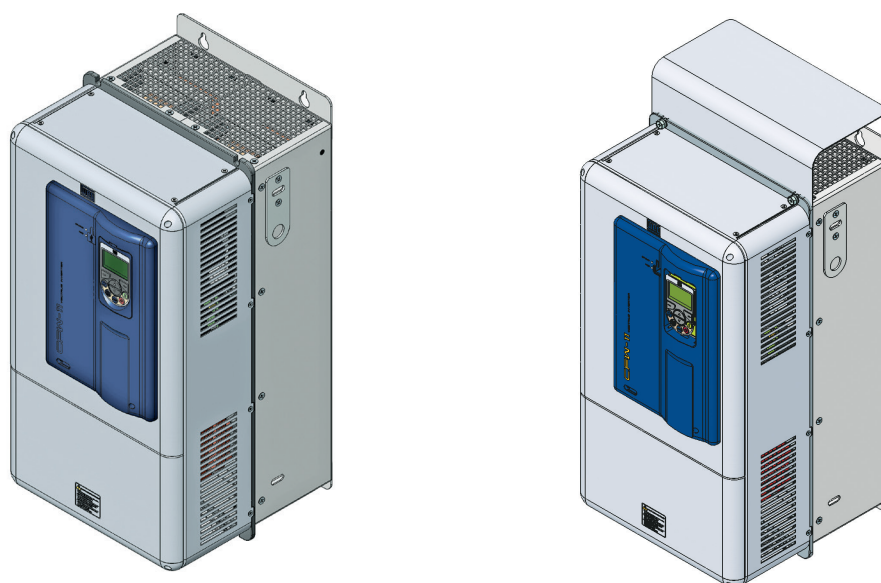

Figura 3.5 - Instalação da parte superior do kit Nema1 ("chapéu")
- ☑ Dimensões externas do inversor com kit Nema1 conforme item 8.4.
- ☑ Instalar a parte superior do kit Nema1 no inversor conforme apresentado na figura 3.5 utilizando os 2 parafusos M8 fornecidos com o produto.